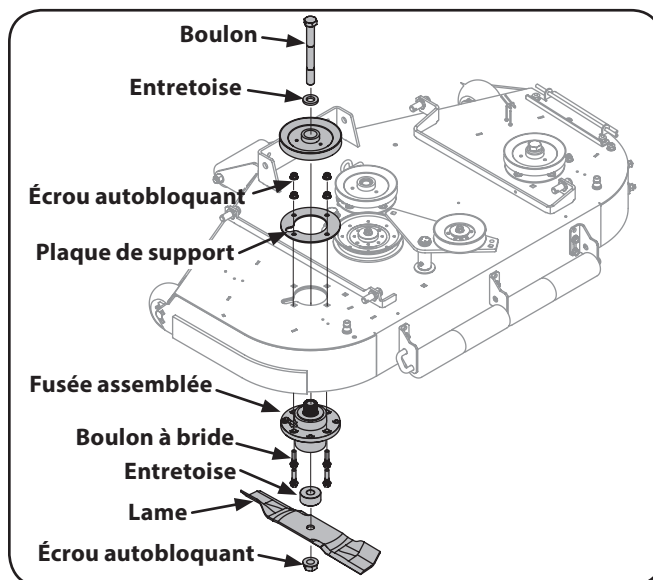

Figure 7-11
6. À l'aide d'une clé de 5/16" ou d'une clé à rochet, retirez les écrous autobloquants et les boulons à bride. Retirez ensuite la fusée assemblée. Voir Figure 7-11.